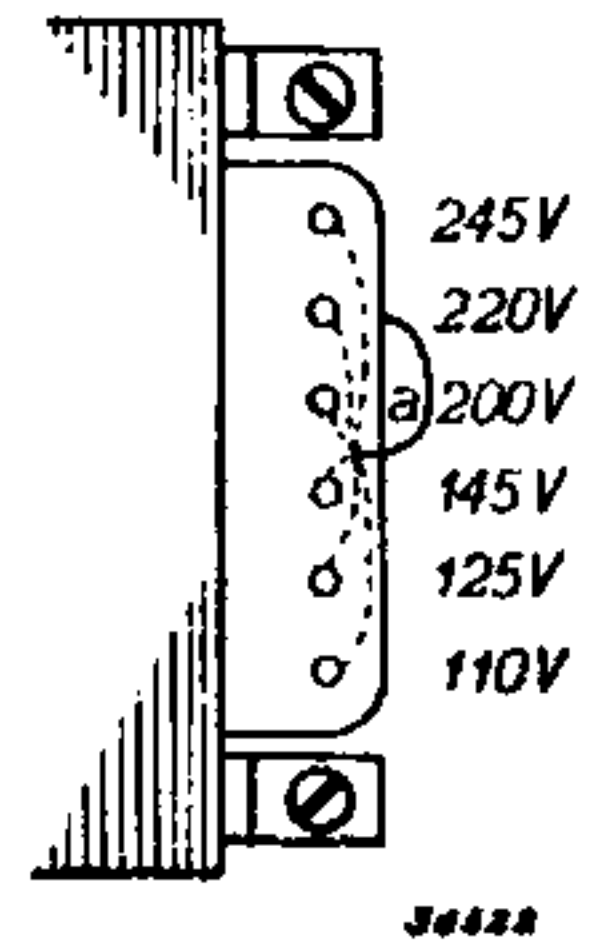

Fig. 3
B. Bij type 2864/01: Hierbij moet de aansluitdraad „a” (fig. 3), al naar gelang de gewenschte netspanning, met het soldeercontact 245, 220, 200, 145, 125 of 110 worden verbonden.